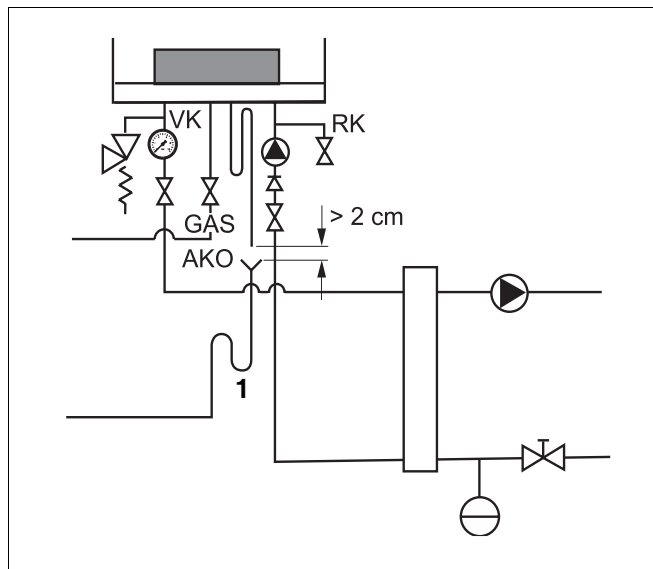

Fig. 9 Condensafvoerleiding monteren
- Sluit de condensafvoerleiding (fig. 9 en 10, **pos. 1**) aan op de sifon van het cv-toestel.